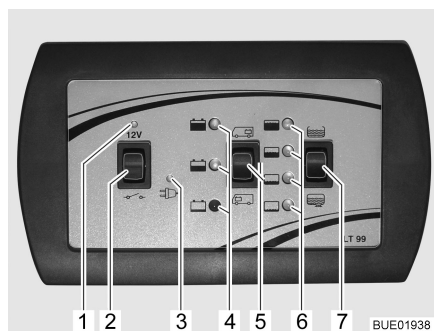

Bild 46 Panel (LT 99)
Med huvudbrytaren 12 V (Bild 46,2) kopplas bodelens 12 V-försörjning till eller från.
Slå på: ■ Vippkontakten (Bild 46,2) trycks in upptill "12 V": 12 V-försörjningen för bodelen är påslagen. 12 V-kontrollampan (Bild 46,1) lyser grönt.
Slå från: ■ Vippkontakten (Bild 46,2) trycks in nedtill "☐": 12 V-försörjningen för bodelen är avstängd. 12 V-kontrollampan (Bild 46,1) slocknar.
Med vippkontakten för batterivisaren (Bild 46,5) kan såväl bodelsbatteriets laddningstillstånd som startbatteriets laddningstillstånd avläsas.
- Vippkontakten (Bild 46,5) trycks in upptill "☐": Bodelens batteriladdningsnivå visas.
- Vippkontakten (Bild 46,5) trycks in nedtill "☐": Startbatteriets laddningsnivå visas.
Efter att ha tryckt på vippkontakten lyser kontrollampan (Bild 46,4) rött, gult eller grönt.
Med vippkontakten för tanknivåindikatorn (Bild 46,7) kan såväl nivån i vattentanken som i avloppstanken avläsas.
- Vippkontakten (Bild 46,7) trycks in upptill : Vattentankens nivå visas.
- Vippkontakten (Bild 46,7) trycks in nedtill : Avloppstankens nivå visas.
Efter det att vippkontakten tryckts tänds en kontrollampa (Bild 46,6).
Den gula 230 V-kontrollampan (Bild 46,3) lyser när nätspänningen ligger på el-blockets ingång.